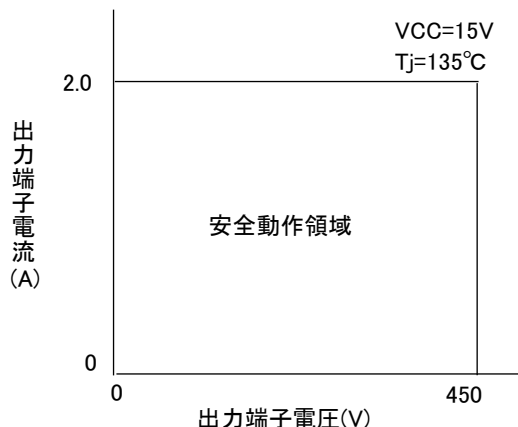

図4.1.1 安全動作領域
出力端子の電圧・電流は、図4.1.1の安全動作領域内で使用してください。
選定においては、 V_{ref1} のばらつき、 R_s ばらつきおよび、出力 IGBT が OFF するまでの遅延時間 (T_{ref1}) を考慮し、ご使用の条件に応じて図 4.1.1 の電流値以下としてください。